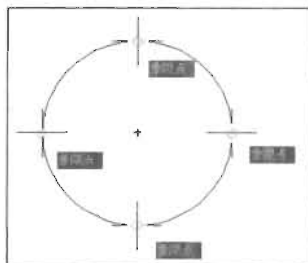

图 2-61
- 象限点：捕捉圆、圆弧、椭圆、椭圆弧上的象限点，即位于弧上 0° 、 90° 、 180° 和 270° 处的点，如图 2-61 所示。